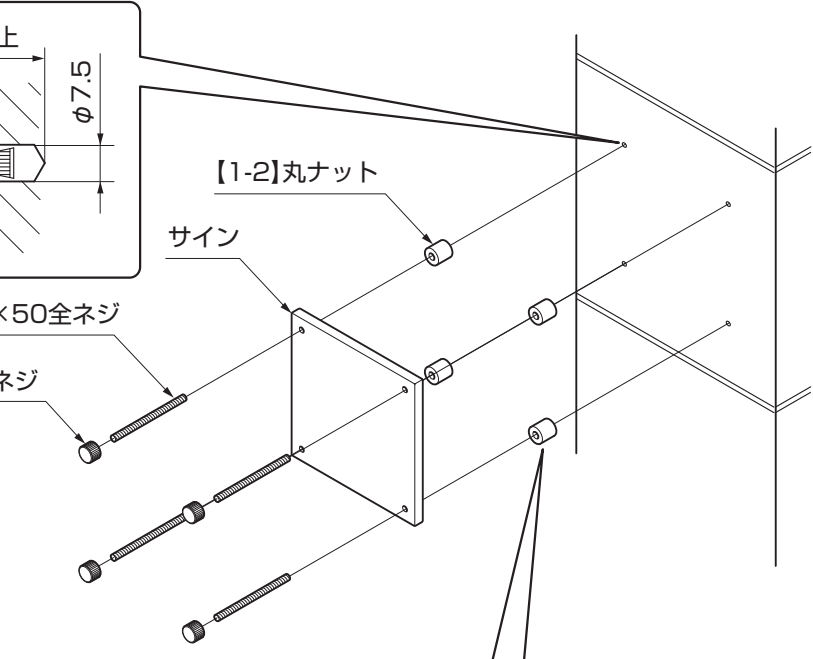

図1-2 サイン組立て
②【1-4】を下穴に埋込み、【1-5】を締めて壁に固定してください。固定後【1-5】を取りはずしてください。
③サインを【1-1】、【1-2】、【1-3】を使用し、組付けてください。(図1-2参照)
④サインを【1-4】に固定してください。